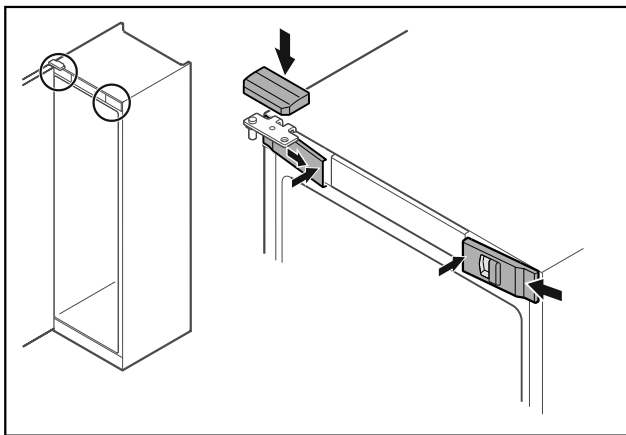

Fig. 46 *
- ▶ Enganchar las cubiertas delanteras Fig. 46 (1) lateralmente y encajar el interior.*
- ▶ Encajar la cubierta superior Fig. 46 (2) desde arriba.*